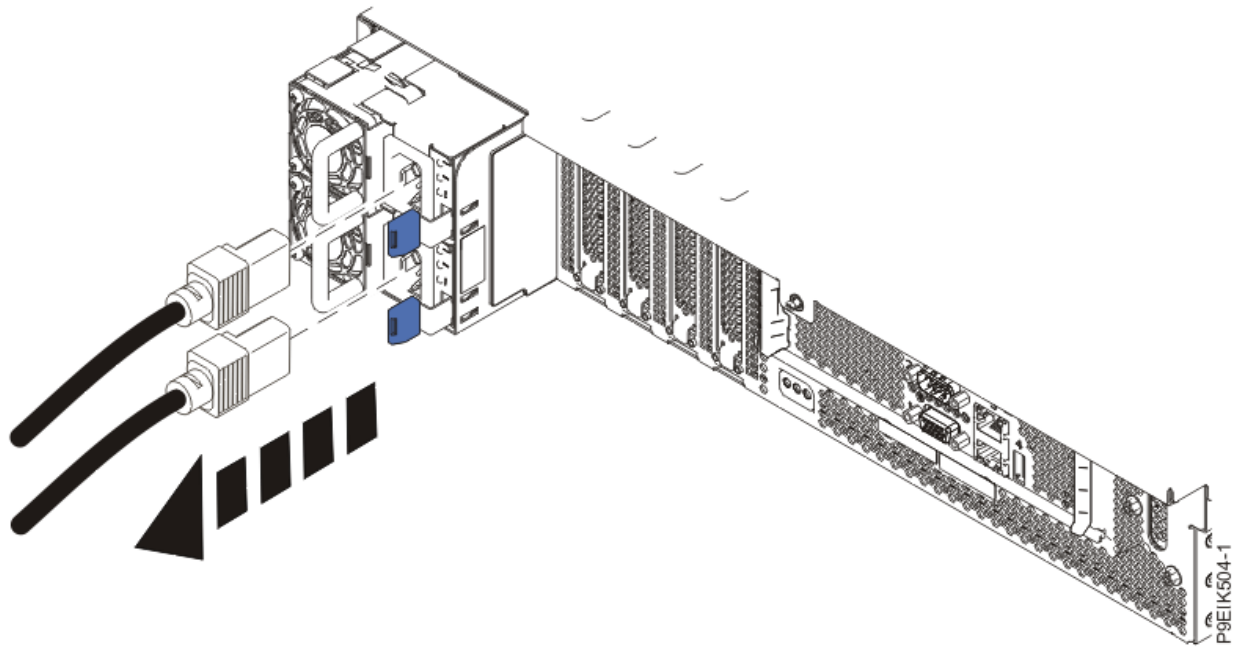

Figura 108. Extracción de los cables de alimentación del sistema
4. Desconecte los cables de alimentación de la unidad del sistema, como se muestra en la Figura 108 en la página 140.